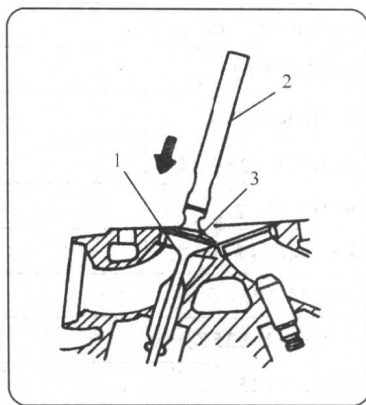

图1-4 检查气门座
4. 气门座的检修 检查时,先清除气门及气门座上的积炭,在气门座上均匀地涂抹一层薄薄的红印油,将气门放在气门座上,用气门研磨工具吸住气门头部轻轻地敲击气门(图1-4),勿旋转,敲击应准确;然后抽出气门,检查气门工作面上的接触痕迹,见